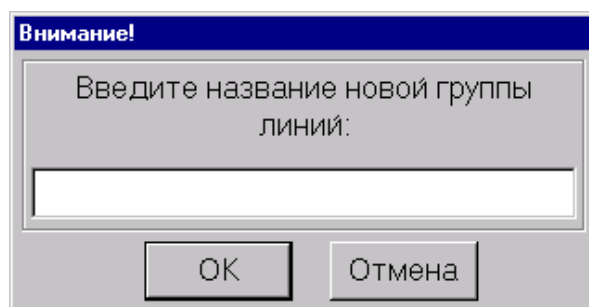

Рис. 4.1
- Для добавления группы линий нажать кнопку «Добавить группу». В появившемся окне (Рис. 4.1) ввести название новой группы и нажать кнопку «ОК». В добавленную группу по умолчанию не включена ни одна линия.